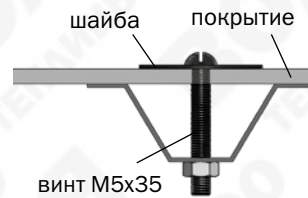

Рис.16
3. Установите боковины торца в соответствии с рис.16. Придерживая кусок покрытия, закрепите его винтами с шайбами по деталям **6к, 7, 8, 21**. и по уголкам с помощью самонарезных винтов с шайбами. Отверстия для винтов выполняются сверлом диаметром 5 мм изнутри теплицы через готовые отверстия в деталях каркаса. Установите куски «конька», закрепляя их на уголки с помощью самонарезных винтов с шайбами. Нахлест с боковинами срезать.